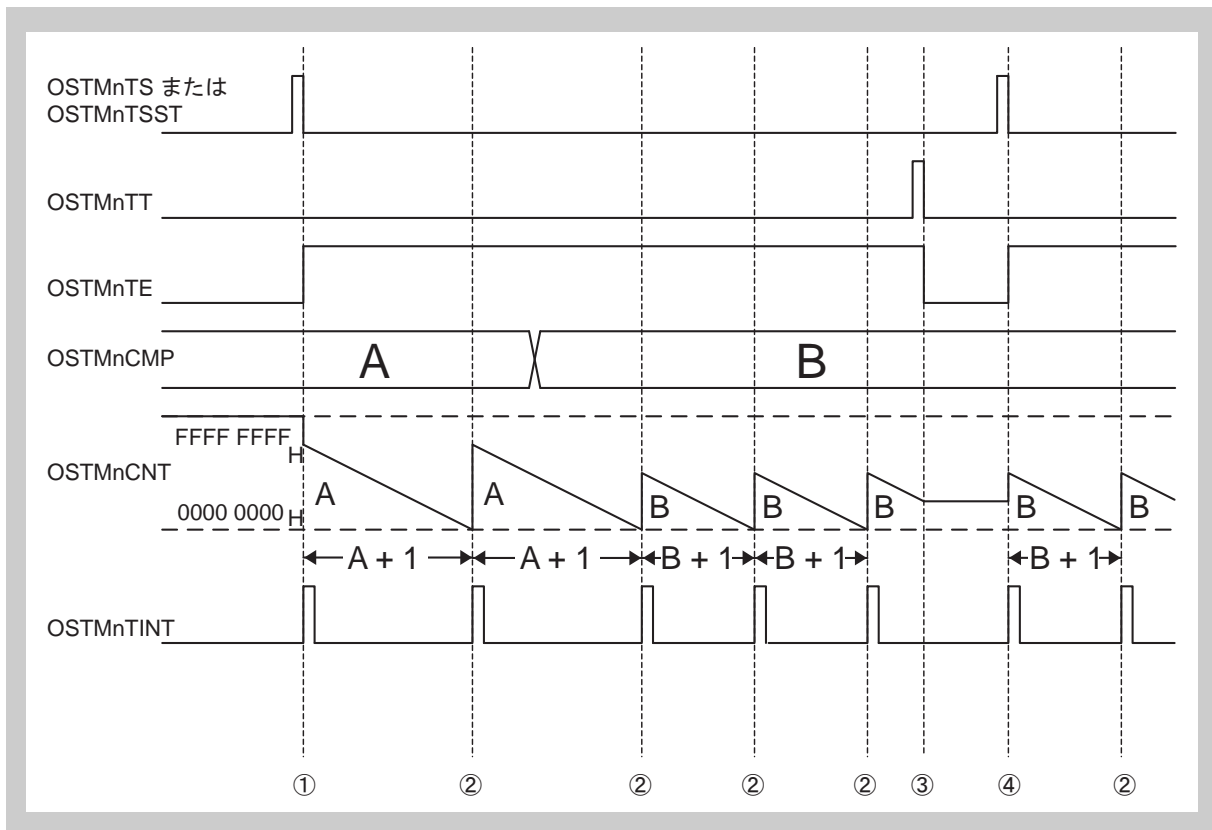

図 13-5 インターバル・タイマ・モードの OS タイマのタイミング図
- ①: カウンタは、543 ページの図 13-5 「インターバル・タイマ・モードの OS タイマのタイミング図」で説明されているように動作を開始します。
- ②: カウンタは、動作している間 (OSTMnTE.OSTMnTE = 1) OSTMnTS.OSTMnTS = 1 または OSTMnTSST = 1 にすると、リスタートします。